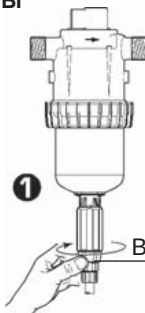

Рис. 12
- Отпустить фиксирующую гайку (Рис. 12-В).
- Затянуть фиксирующую гайку (Рис. 12-В).